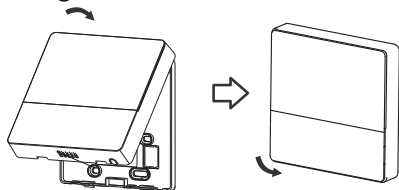

Fig 3-13
- Après avoir ajusté le boîtier supérieur, puis bouclez le boîtier supérieur ; évitez de coincer le câblage lors de l'installation. (Fig 3-13)